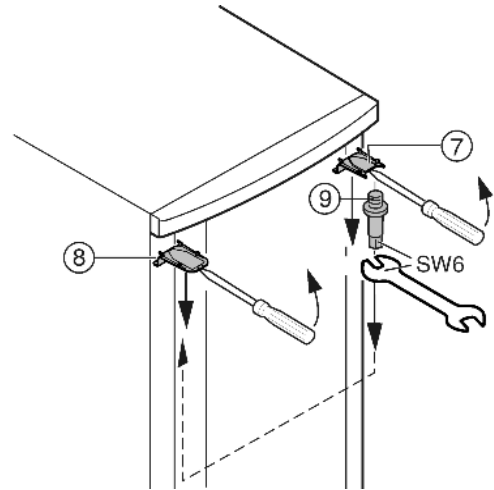

Fig. 8
- Ylhäältä kansi Fig. 8 (7) ja kansi Fig. 8 (8) irrotetaan lukituksesta ruuvimeisseliä apuna käyttäen ja vedetään vinottain alas.
- Kierrä laakeritappi Fig. 8 (9) irti ja ruuvaa kiinni vastakkaiselle puolelle (4 Nm:n tiukkuuteen).
- Kansi Fig. 8 (7) asennetaan laakeritappin puolelta taas paikalleen: takaa paikalleen, edestä painetaan lukitukseensa.
- Kansi Fig. 8 (8) asennetaan vastakkaiselta puolelta taas paikalleen: takaa paikalleen, edestä painetaan lukitukseensa.
- ▶ Ripusta ovi ylhäältä laakeritappin Fig. 8 (9) varaan.